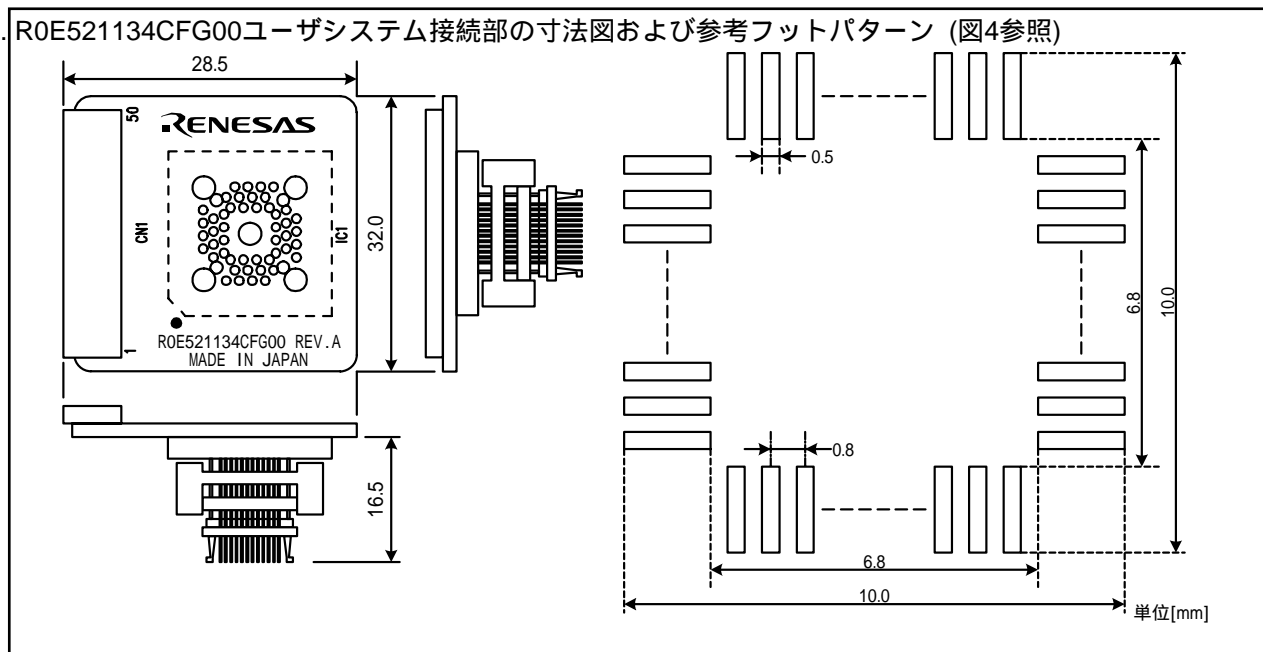

図4 ROE521134CFG00ユーザシステム接続部の寸法図および参考フットパターン
6. ROE521134CFG00ユーザシステム接続部の寸法図および参考フットパターン (図4参照)